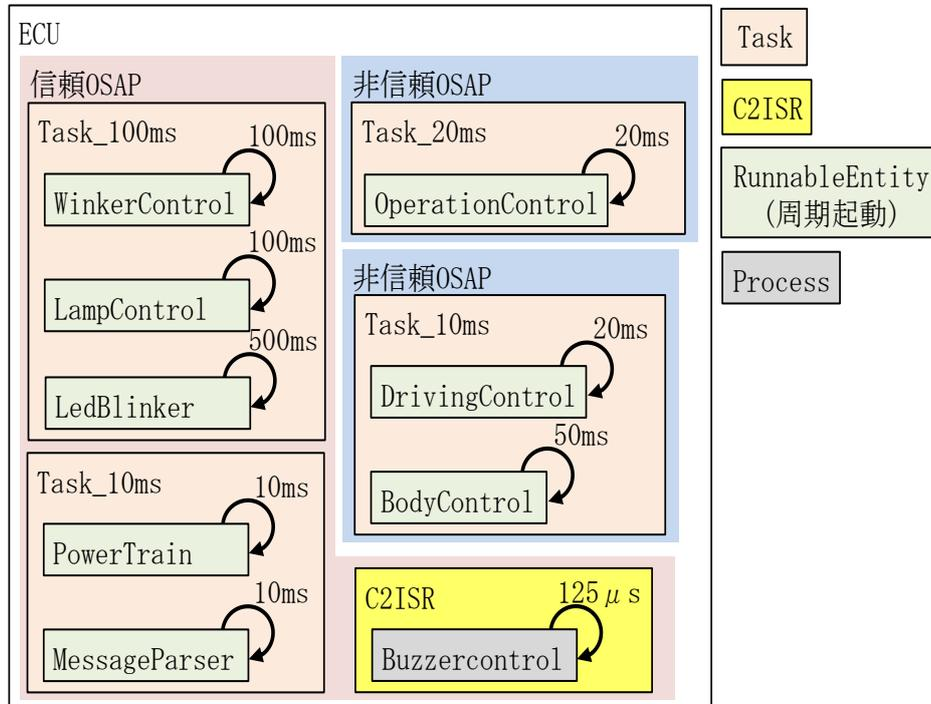

図 3-3 Task と Runnable, C2ISR と Process の関係
3.1.2.2 において Buzzercontrol 処理は C2ISR で動作することにしたため、 $125\mu s$ で起動していた Task は不要となった。Task と Runnable, C2ISR と Process の関係を図 3-3 に示す。